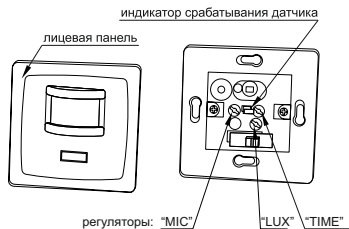

Рисунок 4 – Конструкция датчика движения ДД 035
- снять лицевую панель с основания датчика, поддев её отвёрткой с прямым шлицем (рисунок 4);
Регуляторы «LUX», «TIME», «MIC» находятся под лицевой панелью датчика (рисунок 4). Регулировка осуществляется с помощью отвертки с прямым шлицем.